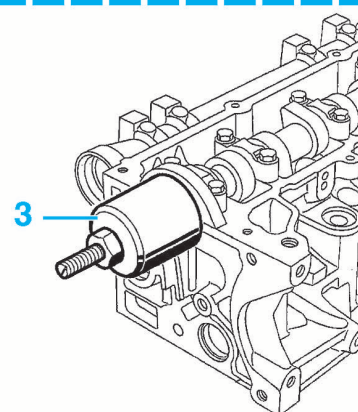

FIG. 90
- 1^{er} type (A) : joint en élastomère équipé d'un ressort (1) et d'une lèvres d'étanchéité en "V" (2). Ce type de joint se repose sur l'arbre à cames, intervalle de la lèvre préalablement graissée, à l'aide d'un mandrin de diamètre approprié, et doit être enfoncé jusqu'au contact de l'outil avec la culasse.
- 2^e type (B) : joint en élastomère équipé d'une lèvre d'étanchéité plate en téflon (3) et livré monté sur une bague protectrice en plastique (4) qui sert également au cours du remontage. Avant la repose, la bague d'étanchéité ne doit pas être séparée de la bague protectrice, ou déplacée sur celle-ci, sous peine de détériorer le joint irrémédiablement. À la repose (opération qui doit être réalisée méticuleusement), ce type de joint nécessite impérativement un outillage spécifique (kit d'outils Renault Mot. 1632), car cette bague d'étanchéité ne doit pas être frappée et possède des surfaces d'appui bien précises destinées à recevoir le mandrin au montage (procédure voir Fig.90).